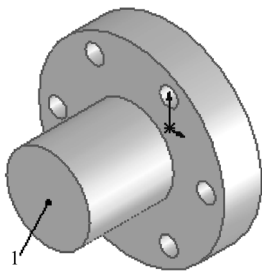

图 6-38 创建拉伸 2 特征
12) 设置视图方向。单击“标准视图”工具栏中的 (等轴测) 按钮, 将视图以等轴测方向显示, 创建的拉伸 2 特征如图 6-38 所示。
13) 设置基准面。单击选择图 6-38 所示的表面 1, 然后单击“标准视图”工具栏中的 (正视图) 按钮, 将该表面作为绘制图形的基准面。